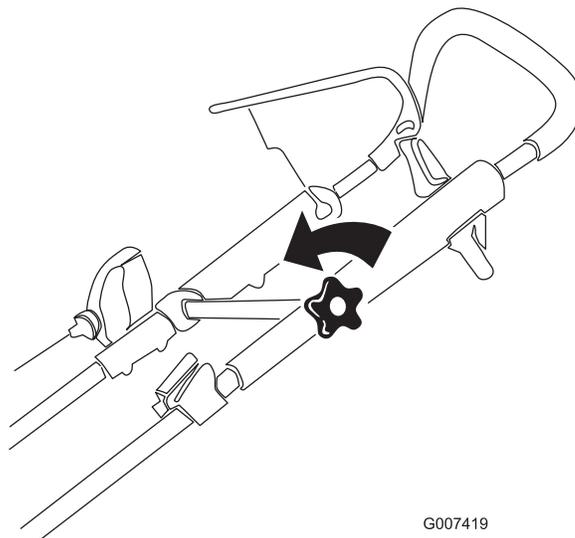

Figura 19
1. Allentate la manopola della sezione superiore della stegola (Figura 19).
3. Serrate saldamente la manopola della sezione superiore della stegola (Figura 19).